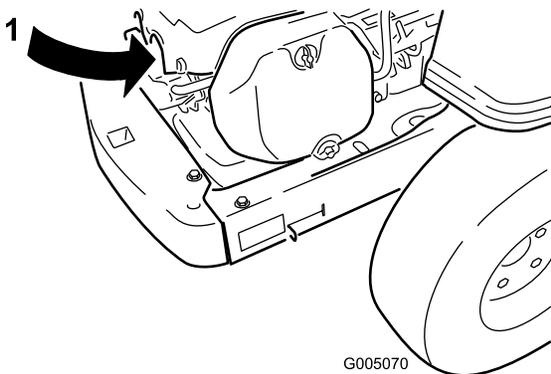

Bild 27
2. Ziehen Sie den Zündkerzenstecker ab (Bild 27). Reinigen Sie den Bereich um die Zündkerze, um zu verhindern, dass Schmutz in den Motor fallen und Schäden verursachen kann.
3. Drücken Sie den Stecker auf die Zündkerze (Bild 27).